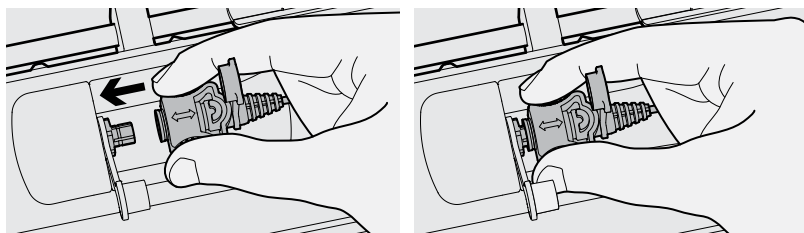

Figura 7: Conectar el auricular
- g.** Retire el protector del conector y la entrada del auricular que se encuentran en el detector. Sostenga cuidadosamente el auricular por el collar de goma utilizando los dedos pulgar e índice, la flecha doble elevada debe estar colocada en la parte superior (vea la Figura 7). Alinee el conector con la entrada del auricular e introduzca firmemente el collar en la entrada.